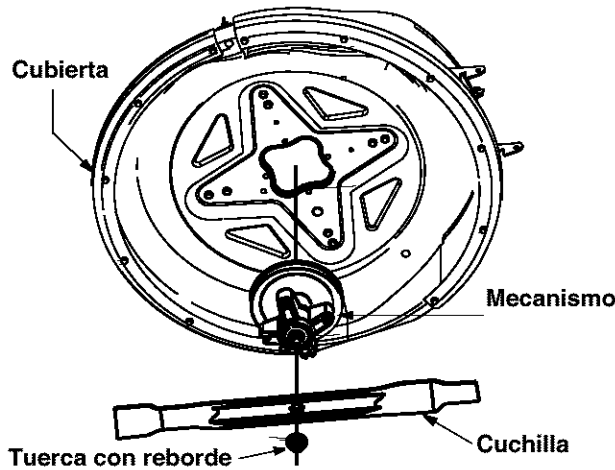

Figura 8
2. Saque la cuchilla de su mecanismo. Ver Figura 8.
4. Ajuste la tuerca con reborde. Vea la Figura 8.